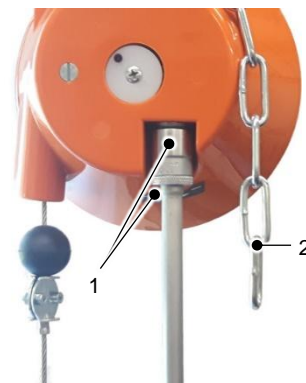

Fig. 5.3: Ajuste preciso del equilibrador de muelle
El equilibrador de muelle está asegurado con una cadena de seguridad (2), véase fig. 5.3 Ajuste preciso del equilibrador de muelle. Esta debe fijarse de forma estacionaria independientemente de la suspensión del equilibrador de muelle.